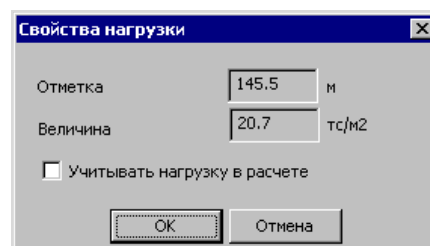

Рис. 11.9.2. Окно диалога
- в открывшемся окне диалога **Свойства нагрузки** (рис. 11.9.2) выполните следующее действие: